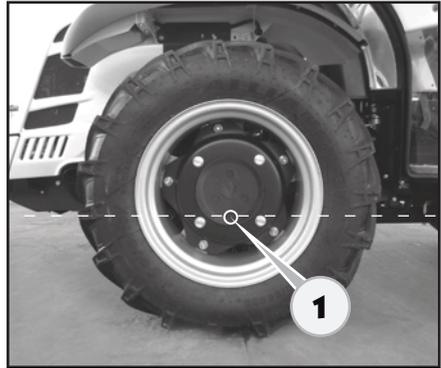

Abb. 6.56
1. Das Rad so drehen, dass sich der Stopfen (1) zur Radachse im unteren Teil befindet (Abb. 6.56).